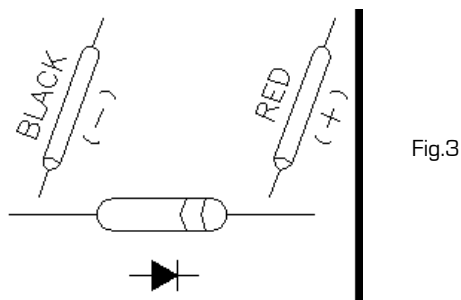

Fig.3
b. Con un collegamento come quello riportato nella Fig. 3, si effettua sul diodo un controllo inverso. Se il diodo sotto esame è buono viene visualizzato "1", se è difettoso viene visualizzato "000" o un altro numero. Per un corretto test del diodo è opportuno prevedere entrambe le verifiche a. e b.